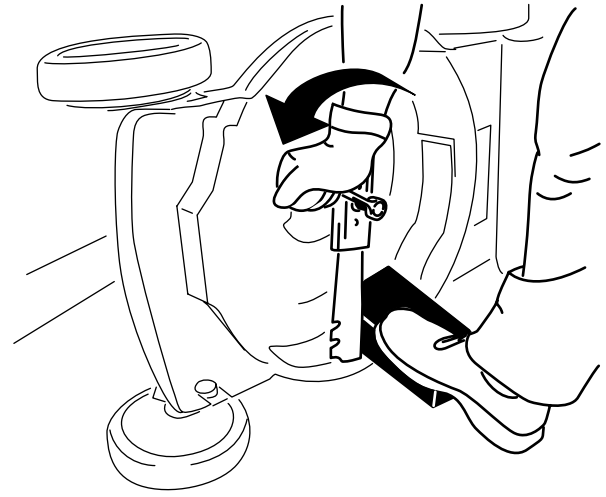

Figura 24
2. Utilice un bloque de madera para inmovilizar la cuchilla (Figura 24).
3. Retire la cuchilla, conservando todos los herrajes de montaje (Figura 24).